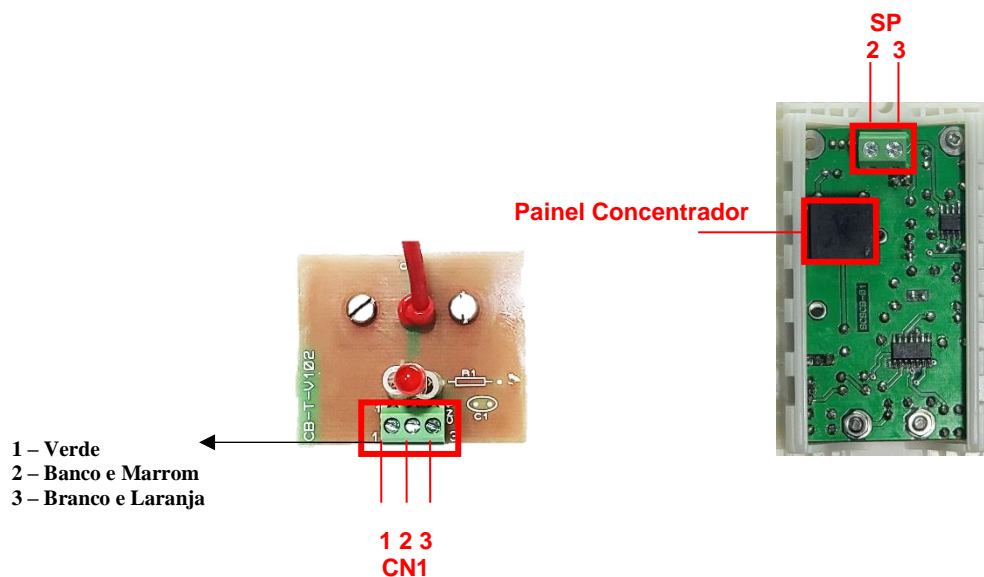

Figura 22 – Placa da Chamada de Banheiro em Detalhe: à esquerda a placa padrão, à direita a placa opcional
- b. **Execute este passo apenas se você optou por uma chamada de banheiro padrão.** Na face posterior da placa da **UC** da Pera 1 (veja a *Figura 15*), localize o borne de conexão rotulado com "**CB**". Em seguida, na caixa de passagem onde será instalada a **UC**, identifique o cabo de pares trançados que vem do banheiro. Use uma chave de fenda 1/8"x3" para conectar os cabos correspondentes de acordo com os números indicados em ambos os bornes (1, 2 e 3), conforme a *Figura 22*. Não esqueça de anotar a correlação entre as cores das vias usadas e o número do pino ao qual estão conectadas.
- c. Na face posterior da placa da **UC** da Pera 1 (veja a *Figura 15*), localize o borne de conexão rotulado com "**SP**". Em seguida, na caixa de passagem onde será instalada a **UC**, identifique o cabo de pares trançados que vem do *Sinalizador de Porta (SP)*. Use uma chave de fenda 1/8"x3" para conectar os cabos correspondentes de acordo com os números indicados em ambos os bornes (1, 2 e 3), conforme a *Figura 22*. Não esqueça de anotar a correlação entre as cores das vias usadas e o número do pino ao qual estão conectadas.